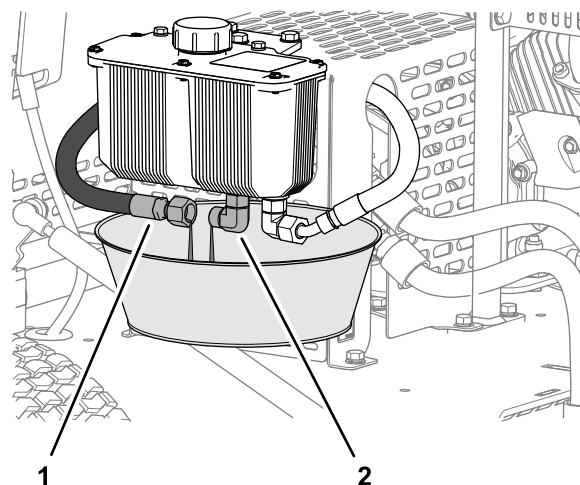

图 37
1. 在液压油箱下放置一个容量为 2L 的放油盘 图 37。
2. 从液压油箱接头卸下液压供油软管并等待液压油完全流入放油盘图 37。